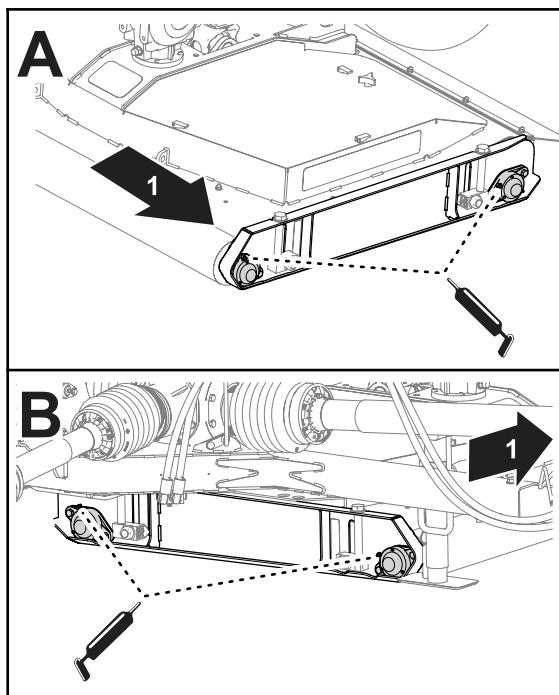

Figura 56
2. Engrase los cojinetes de los rodillos de la carcasa en el lado derecho de la carcasa (Figura 56).